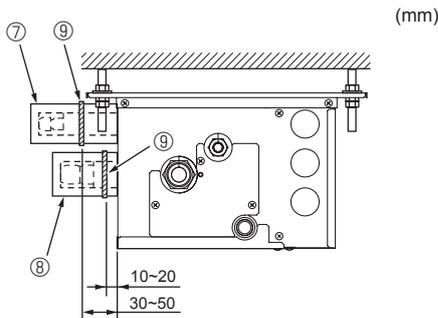

Fig. 7-4
- ⓕ Fascetta ⑧
- ⓖ Copritubo ③ ④ ⑤ ⑥
► Usare le seguenti procedure per quei componenti della scatola delle derivazioni non collegati ad un'unità interna. (Fig. 7-4)
- (1) Per impedire perdite di refrigerante, assicurarsi che i dadi a cartella siano serrati alle coppie* specificate nella Tabella 3.
- (2) Per impedire la formazione di condensa, installare i copritubo ⑦ ⑧ e fissarli con le fascette in dotazione ⑨.